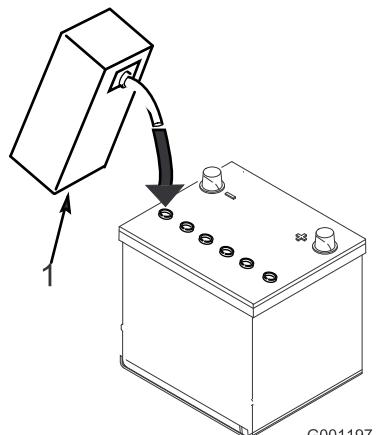

Figura 4
3. Llene cuidadosamente cada celda con electrolito hasta que las placas estén cubiertas de aproximadamente 6 mm de fluido (Figura 4).
4. Espere aproximadamente 20 – 30 minutos para que el electrolito penetre en las placas. Rellene si es necesario para que el electrolito llegue a una distancia de aproximadamente 6 mm del fondo del hueco de llenado (Figura 4).